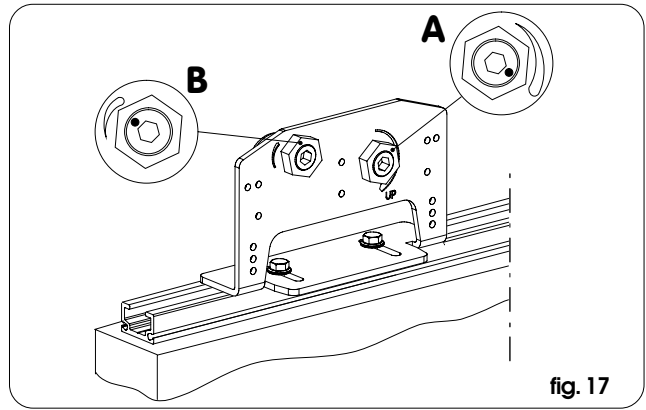

fig. 17
- Op elke wagen is een stalen glijwiel aanwezig met excentriek en bijbehorend regelsysteem (ref. A fig. 17) en een nylon rolletje tegen kanteling met excentriek en bijbehorend regelsysteem (ref. B fig. 17); de toegestane uitslag in de hoogte van de wagen is  $\pm 10$  mm.
- Deblokkeer de rolletjes die kanteling tegengaan (ref. B fig. 17) en plaats hen op het minimum van de toegestane regeling (door de schroef tegen de klok in te draaien).
- Deblokkeer de glijwielen (ref. A fig. 17); stel de positie van de vleugel bij door middel van de stelschroeven (door de schroef met de klok mee te draaien gaat de vleugel omhoog, door de schroef tegen de klok in te draaien daalt de vleugel) totdat hij parallel is aan de vloer. Controleer of de rail goed over de glij schoen loopt, en blokkeer hem vervolgens.
- Plaats de rolletjes die kanteling tegengaan (ref. B fig. 17) zodanig dat ze de rail in het steunprofiel niet raken, door de respectieve schroeven te draaien (door de schroef met de klok mee te draaien gaat het rolletje omhoog, door de schroef tegen de klok in te draaien daalt het rolletje), en blokkeer hen vervolgens weer.